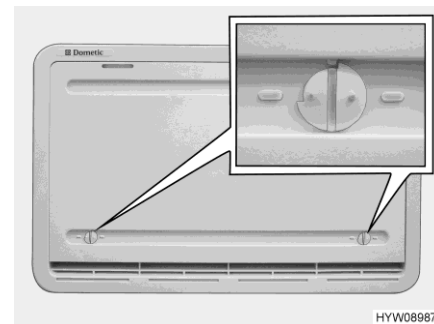

Bild 148 Vinterskydd (kylskåpets ventilationsgaller)
Vinterskyddet (Bild 148) skyddar kylaggregatet för kall luft. Sätt vinterskyddet framför båda kylskåpets ventilationsgaller, om utemperaturen sjunker under +10 °C (både vid gas- och eldrift).
- Öppna båda lås (Bild 148) (noten står horisontellt).